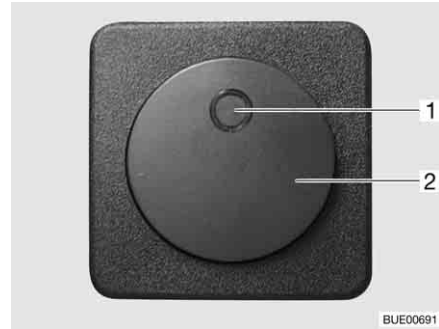

Bild 132 Brytare för elektrisk golvvärme
- Tryck på vipkontakten (Bild 132,2). Kontrollampan på brytaren (Bild 132,1) lyser.
- Tryck på vipkontakten (Bild 132,2). Kontrollampan på brytaren (Bild 132,1) slocknar.